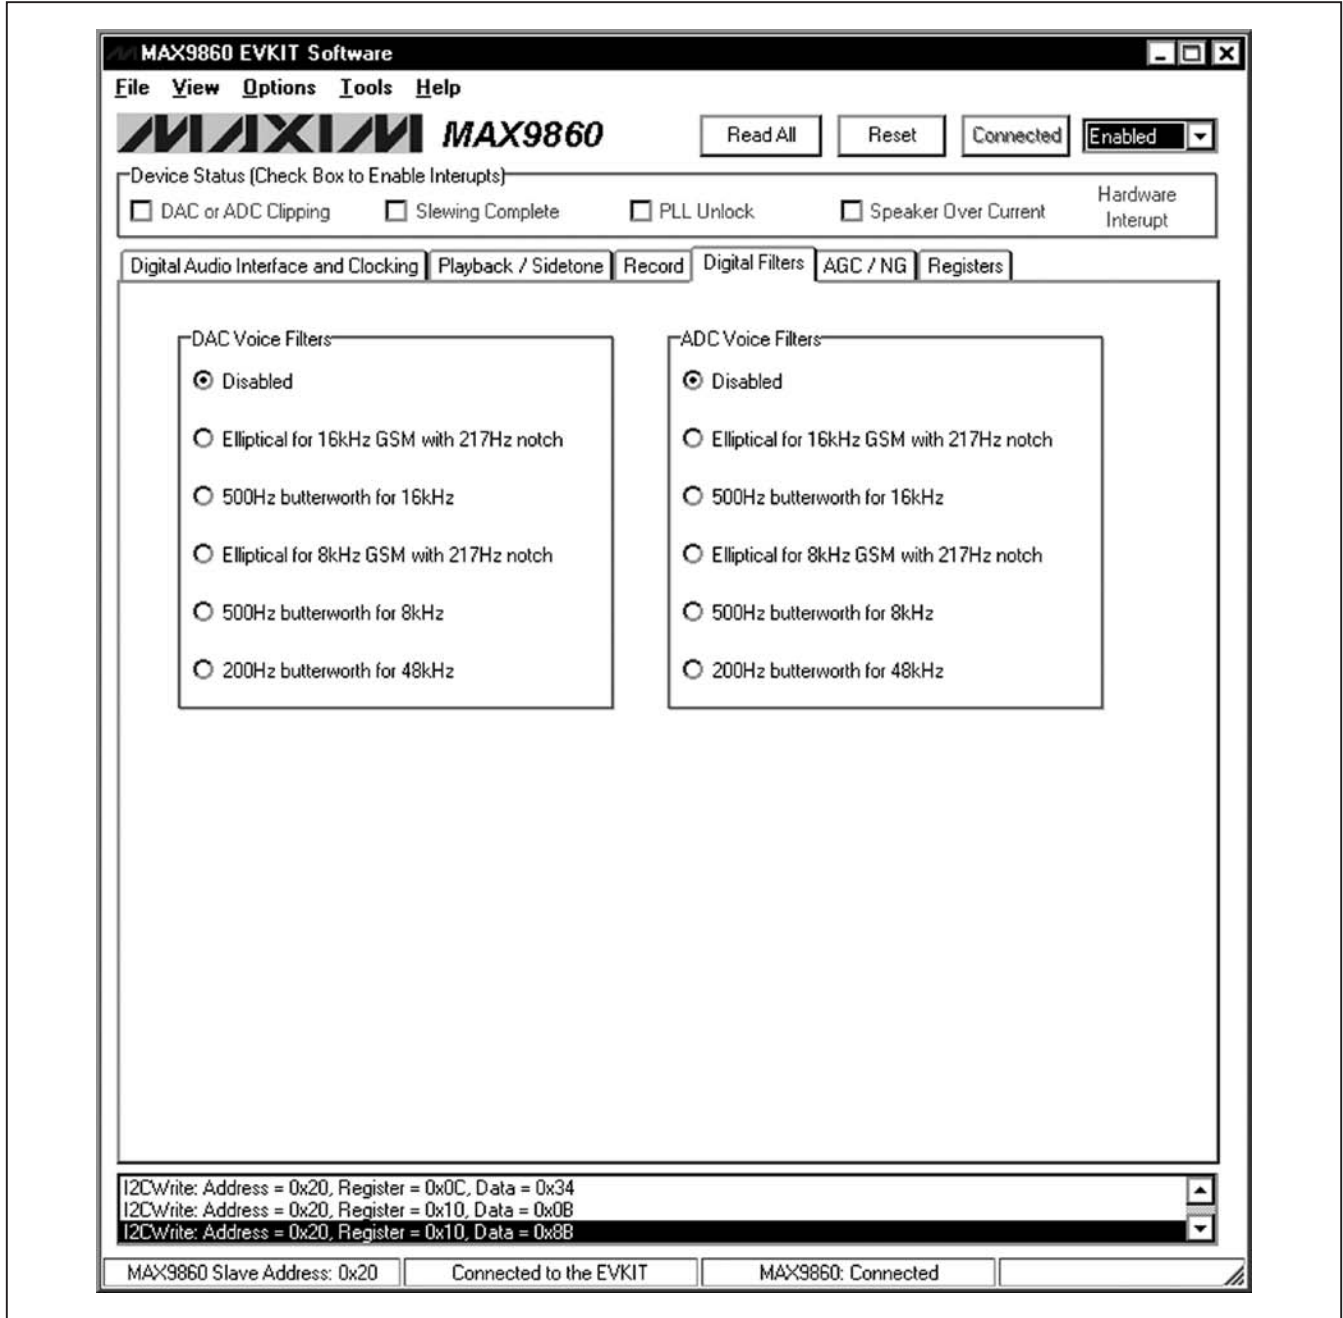

图5. MAX9860评估软件(数字滤波器标签页)
**Digital Filters**标签页(图5)控制MAX9860的DAC和ADC音频滤波器的功能。